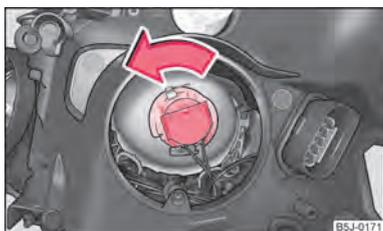

Fig. 154 Desmontaje de la bombilla para luz de cruce
- Girar el conector junto con la bombilla hacia la izquierda, hasta la tope, y retirarlo ⇒ fig. 154.